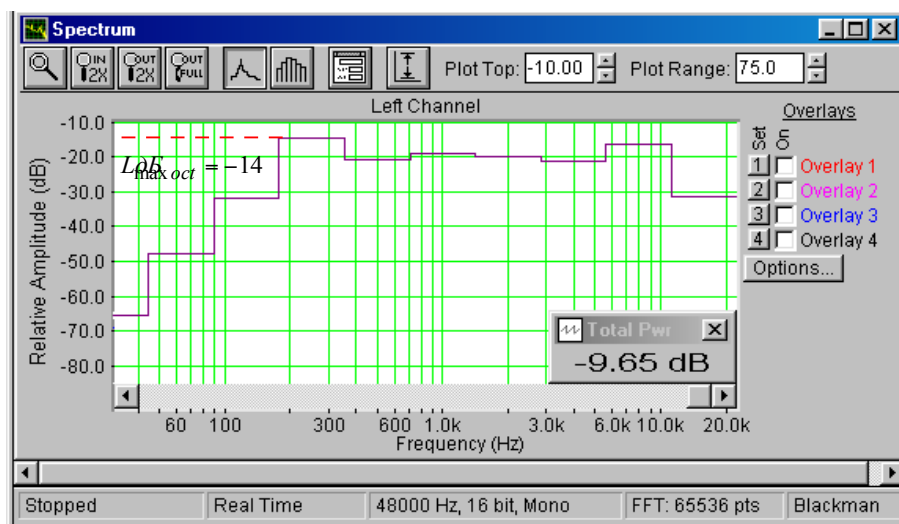

Рис. 5.5. АЧХ громкоговорителя с усреднением в октавной шкале частот
- На АЧХ, снятой с помощью розового шума с усреднением в интервале 1 октава (рис.5.5), измерьте уровень максимальной чувствительности громкоговорителя L_{max} , результат занесите в табл.1.